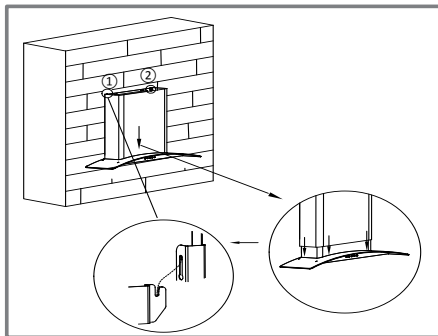
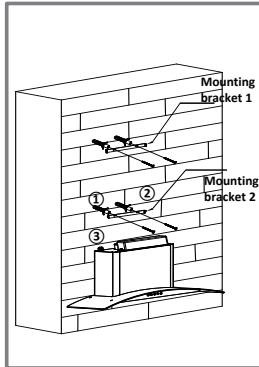

Fig. 11
Fig. 12
Langkah 3 (Fig. 11 / Fig. 12 / Fig. 13)
- ▶ Kencangkan bracket menggunakan skrup nomor ① & ② dan pasang pipa pembuangan pada tudung hisap. (Fig. 11)
- ▶ Geser pipa pembuangan ke bawah, ke kiri dan ke kanan pada bracket penahan (Fig. 11).
- ▶ Geser bagian dalam pipa pembuangan pada ketinggian yang diinginkan dan tandai dimana skrup akan dipasang. Lalu buat lubang berdiameter 8mm, dengan kedalaman 40mm. Kencangkan dengan skrup yang sudah tersedia. (Fig. 12)